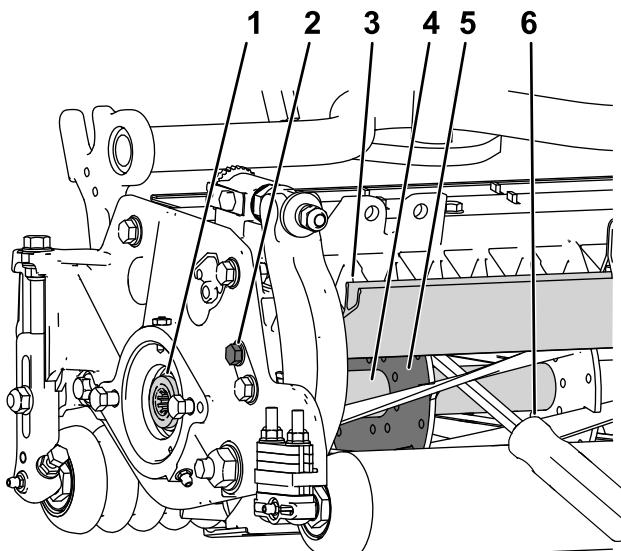

图 28
1. 松开滚刀组左侧的屏蔽螺栓抬起后护罩 图 28。
2. 将一根长柄撬棍建议尺寸为 0.95cm x 30.48cm 带螺丝刀柄插入滚刀组背面最靠近需要扭转的滚刀组一侧 图 28。
3. 将撬棍靠着滚刀支撑板的焊接侧 图 28。